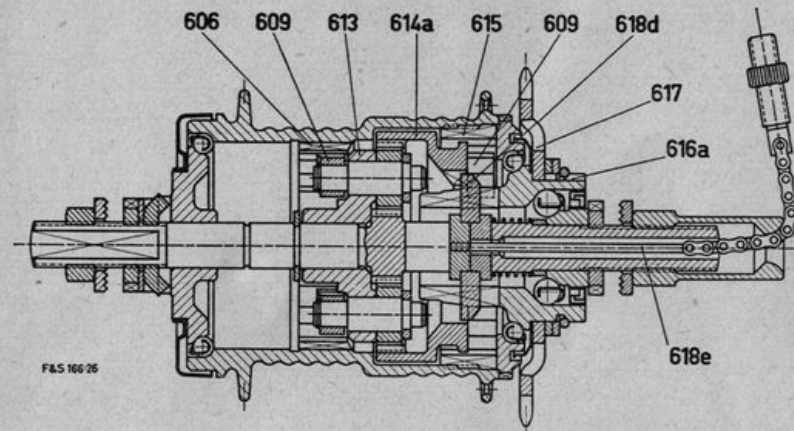

Abb. 5 Berggang
Lagerschale (615) ausgekuppelt, d. h. das Klinkengesperre ist außer Funktion gesetzt. Die andere Seite des Mitnehmers (618d) bleibt jedoch noch mit dem großen Planetenrad (614a) gekuppelt. (Siehe Abb. 5). Der Kraftverlauf geht in diesem Gang wieder vom Zahnkranz (617) über den äußeren Antrieber (616a) auf den Mitnehmer (618d). Der Mitnehmer treibt das große Planetenrad (614a) an, dabei erfährt der innere Antrieber (613), der als Planetenradträger und Sperrklinkenträger ausgebildet ist, eine Verminderung der Geschwindigkeit um 25%, d. h. wenn sich der Zahnkranz (617) einmal dreht, dann dreht sich die Nabe 0,75 mal. Die Sperrklinken (609) greifen in die Verzahnung der Nabenhülse (606) und treiben sie mit der Drehzahl des inneren Antriebers an. In diesem Gang treten keine Sperrklinkengeräusche auf.